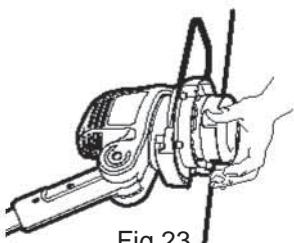

Fig.23
① Débranchez l'appareil.
② Retournez-le de manière à ce que la tête de coupe soit orientée vers le haut.
③ Appuyez simultanément sur les deux ergots de verrouillage situés de part et d'autre de la tête de coupe (fig.23).